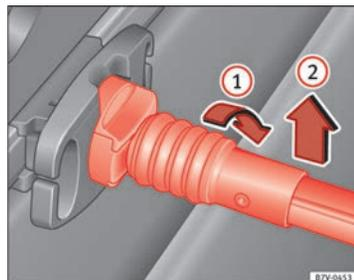

Fig. 98 Décrochez le filet à bagages.
- Tournez la barre de fixation de 90° vers la droite ⇒ fig. 98 **1** jusqu'à ce que la marque rouge sur la barre soit visible. Retirez la barre de fixation par le haut **2**.